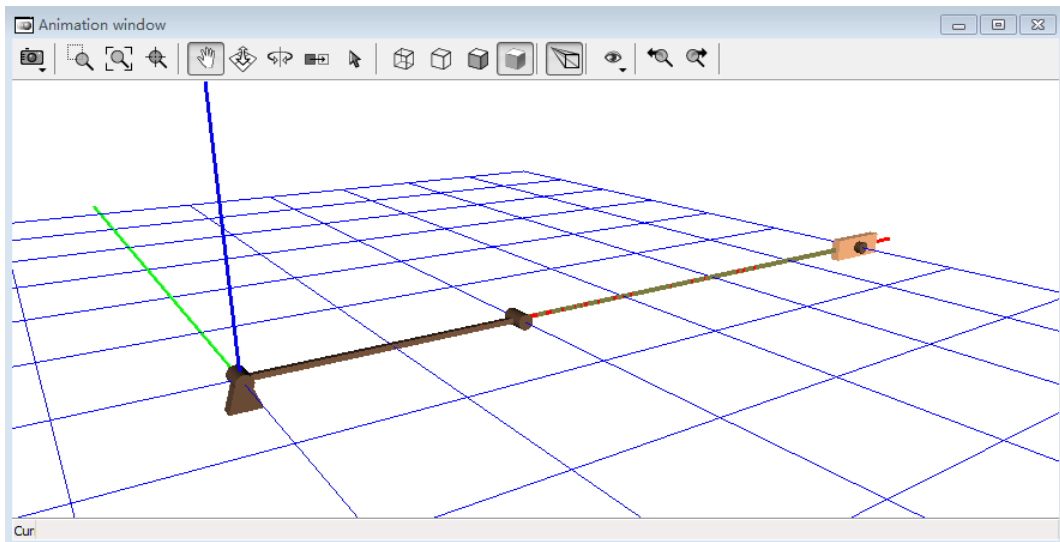

图 1.27
6. 点击按钮 , 计算约束状态下的初始位置, 这时动画窗口也会相应显示, 如图 1.27 所示。